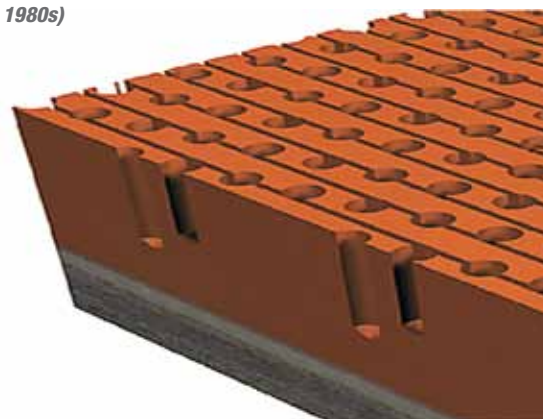

Figura 11. Revestimentos de rolos de prensa (Fonte: Voith) / **Figure 11.** Press roll covers (Source: Voith)
- Em 1909 foi inventada a borracha sintética, que substituiu aplicações de borracha pura. Na década de 80 foram introduzidos os revestimentos de poliuretano. Esses novos materiais permitiram elevada carga no nip e também a perfuração e o ranhuramento de revestimentos (Figura 11).